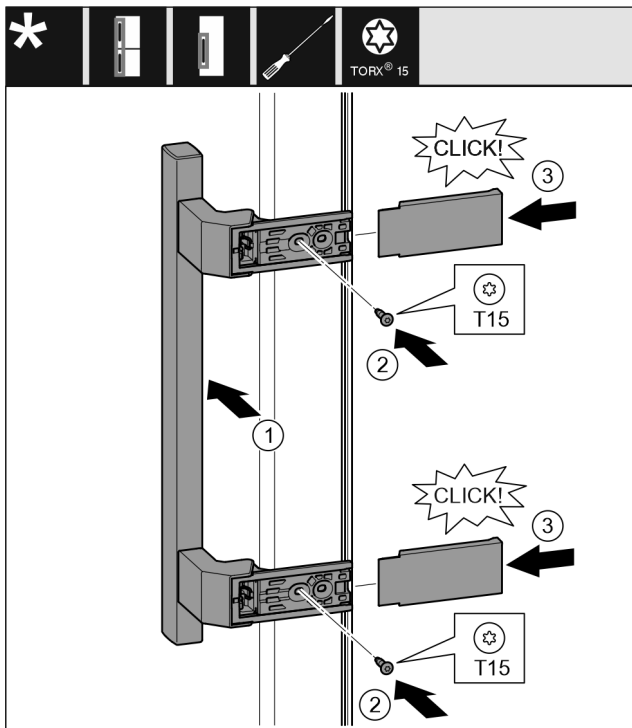

Fig. 14
- ▶ Griff auf der Gegenseite ansetzen. Fig. 14 (1)
- ▶ Schrauben mit Schraubendreher T15 festschrauben. Fig. 14 (2)
- ▶ Abdeckungen seitlich ansetzen und aufschieben. Fig. 14 (3)